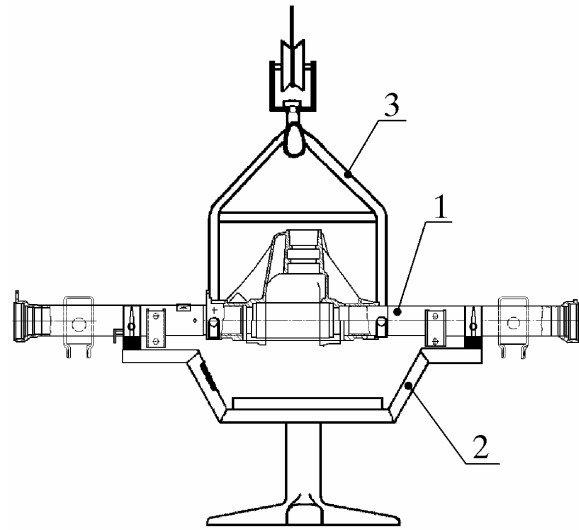

Рис. 11. Установка картера с кожухами на стенд:
6.2. **Застропить картер 1** (рис. 11) с кожухами в сборе захватом 3, установить его на стенд 2 горловиной картера вверх и закрепить